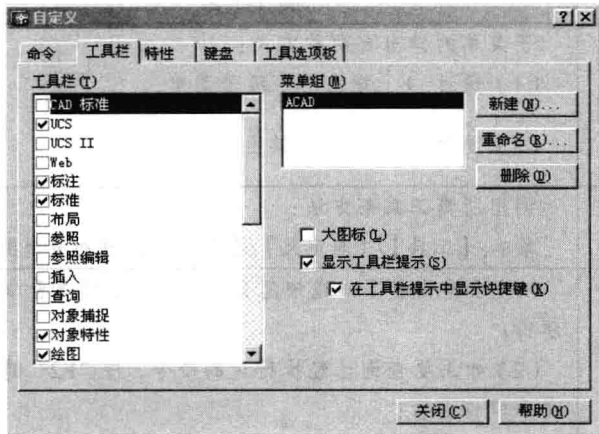

图 1-2
(1) 打开 AutoCAD 软件;
(2) 工具条调用及常用操作:
① 利用菜单【工具】/【自定义】/【工具栏】，打开如图 1-2 所示对话框，勾选需要调用的工具条。
② 用快捷方式调出其他工具条。